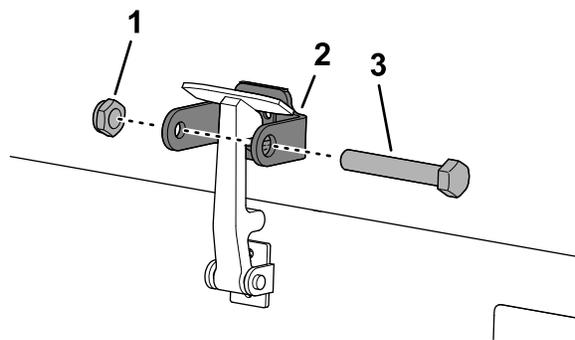

图 35
7. 将螺栓拧入机罩门锁支架的另一个臂直至将门锁锁定到位 (图 35)。